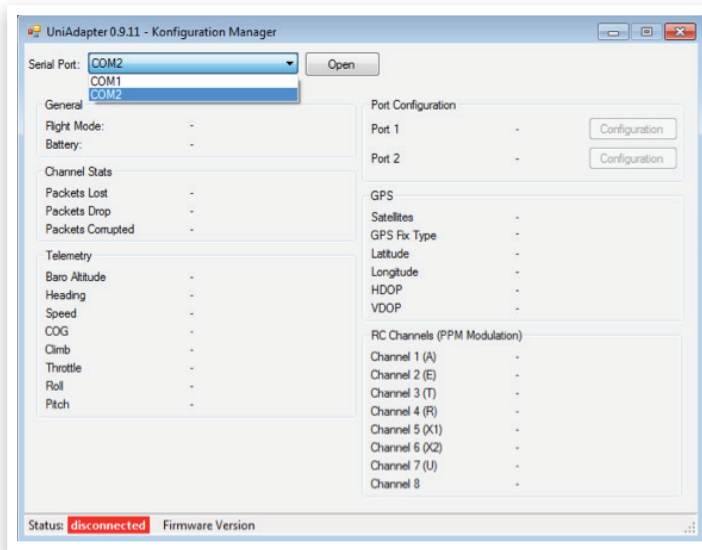

Abbildung 2 - Serial Port wählen
3. Wählen Sie den Serial-Port wie in Abbildung 2 gezeigt aus.